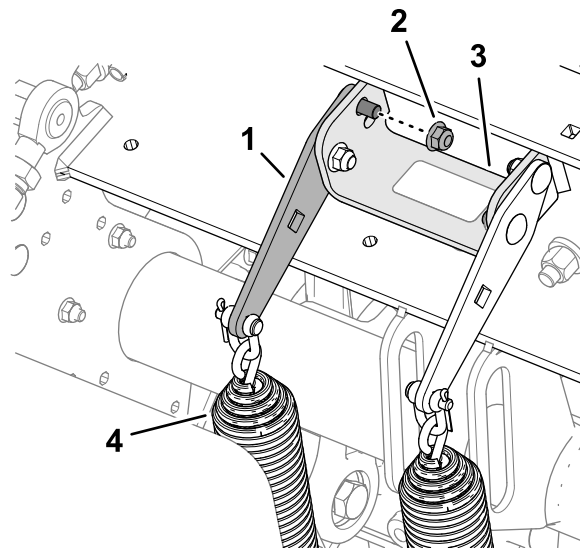

Figura 118
2. Slăbii contrapiulia cu guler din față i urubul de transport care fixează placa de tensionare cu arc pe suportul de susinere al capului de carotaj (Figura 118).